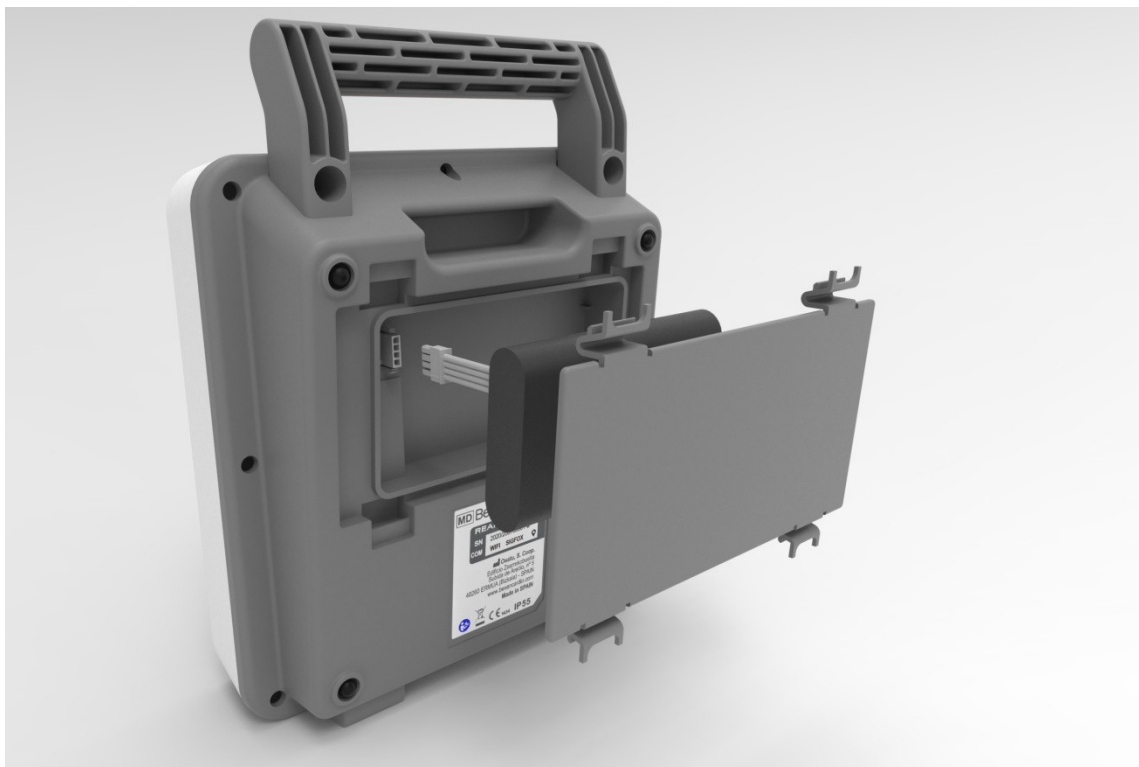

Bild 5: Batteriinstallering
3. Placera batteriet i batterifacket enligt **bild 5**.